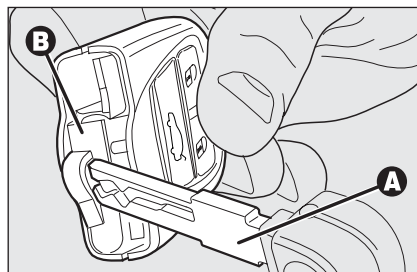

fig. 10
- ☐ saque el portapilas **B-fig. 10** (de color rojo) fijado a presión haciendo palanca con la pieza metálica **A** de la llave electrónica en el punto indicado en la figura;